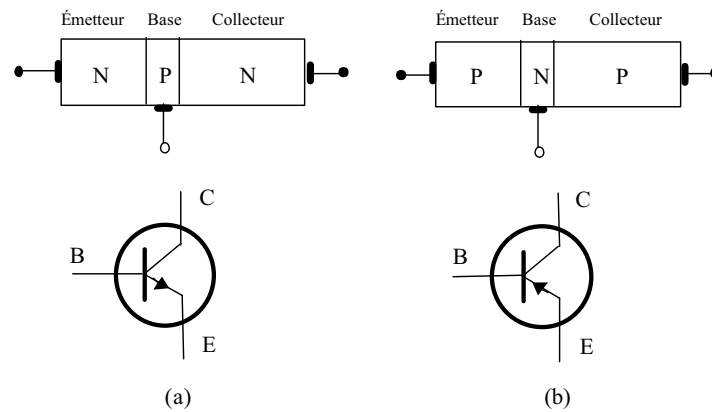

FIGURE 4.1: Représentations schématiques et symboles des transistors bipolaires.
- Transistor *NPN* dans lequel une mince couche de type *P* est comprise entre deux zones de type *N* (figure 4.1 (a)) ;
- Transistor *PNP* dans lequel une mince couche de type *N* est comprise entre deux zones de type *P* (figure 4.1 (b)).